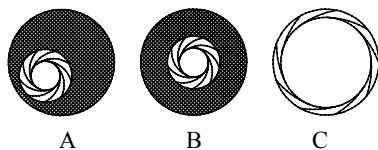

图 9
2) **聚光镜的调节**—聚光镜调中，见图 9。
b. 如果聚光镜没调节，光栏像不清晰并且不在视场中心，如图 9 A 所示。